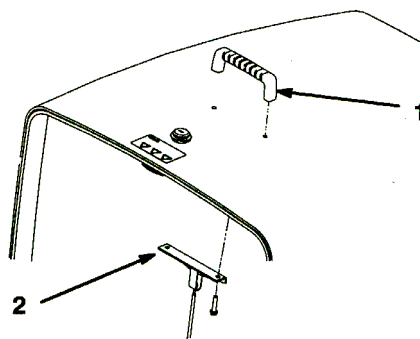

図4
2. 同じネジで、取っ手をフード・ケーブル・ブラケットと共にフードに取り付ける (図4)